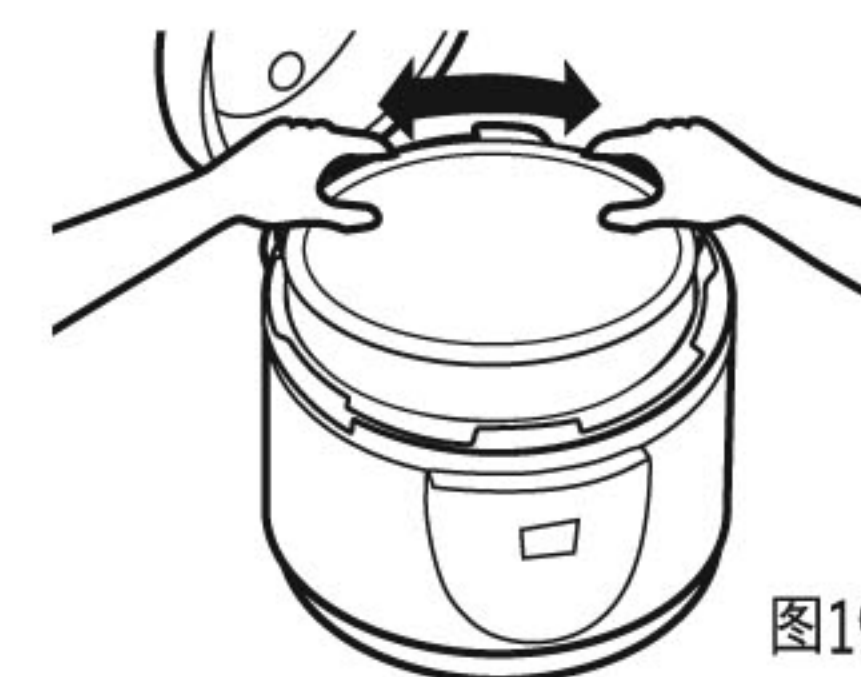

图19
- 3 将内锅放入外锅内。放入前, 先把内锅及发热盘抹干净, 外锅内及发热盘表面不得放入杂物; 放入后, 左右轻轻旋转内锅, 保持内锅与发热盘接触良好。(见图19)